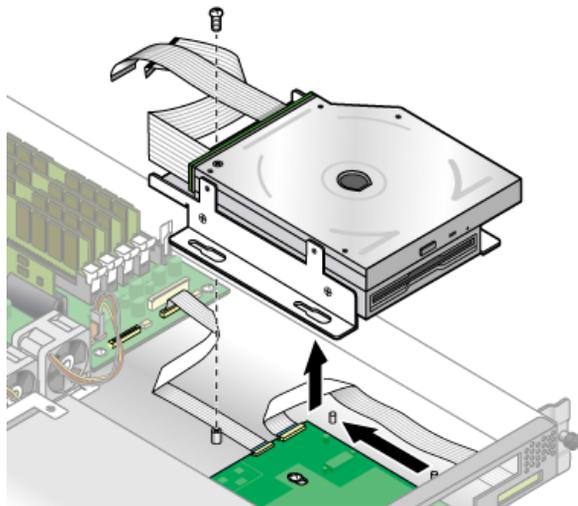

FIGURE 3-15 Retrait de l'ensemble unité de CD-ROM/DVD-ROM/Disquette
3. Retirez la vis qui fixe l'ensemble d'unité de CD-ROM/DVD -ROM/Disquette au châssis (voir FIGURE 3-15).